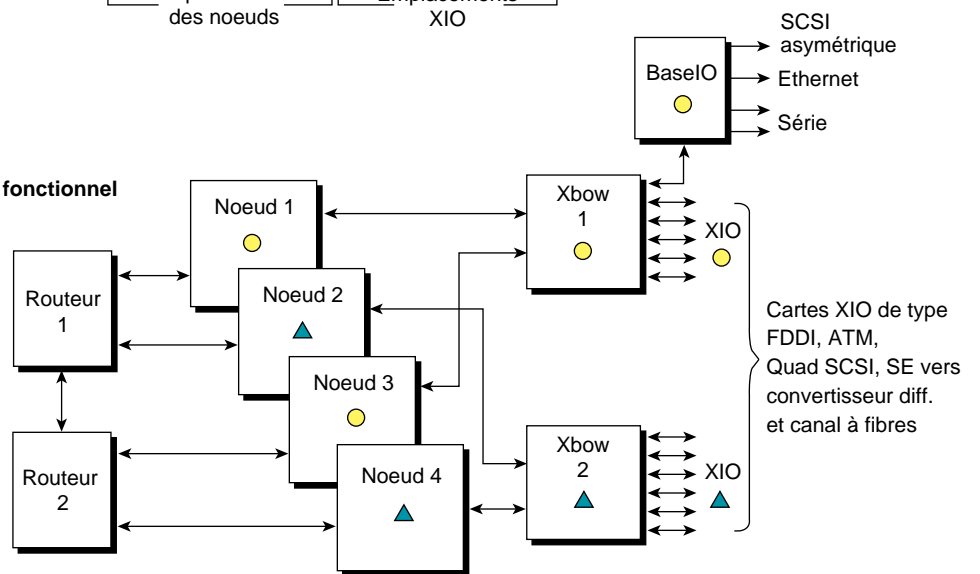

Figure 2-10 Cartes nodales et cartes XIO
Les emplacements réservés aux cartes nodales se comptent de droite à gauche. Ceux des cartes de routage et des cartes XIO se comptent de gauche à droite. La Figure 2-10 montre les composants situés à l'arrière du châssis. Dans le tableau ci-après, les cercles et les triangles représentent l'interdépendance entre les emplacements XIO et les cartes nodales.
- installer une carte XIO dans un emplacement non compatible avec ce type de carte (voir Figure 2-10).